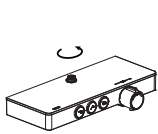

Abbildung 2
- Entfernen Sie den Steigleitungsanschluss vom Thermostat-Duschpaneel und nehmen Sie die Glasabdeckung ab (Abbildung 2/3).